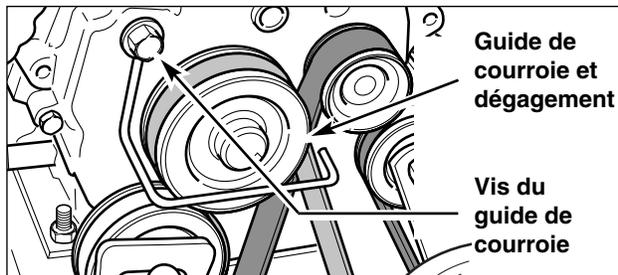

Figure 27. Réglage du guide de courroie de la vis sans fin (Modèles anciens)
1. La commande de fraise étant toujours complètement enfoncée, régler le(s) guide(s) de courroie de fraise de manière à ce qu'il y ait un espacement de  $1/64'' / 0,4 \text{ mm}$  ( $1/32'' / 0,8 \text{ mm}$  maximum) entre le guide et la courroie (Figures 27, 27a), en s'assurant que le guide n'exerce PAS de pression sur la courroie.
2. En veillant à NE PAS déplacer le guide de courroie de fraise, serrer la vis du guide de courroie de fraise (Figures 27, 27a) pour fixer le guide.
3. Vérifier le réglage du (des) guide(s) de courroie de fraise (Figures 27, 27a) pour vérifier que l'espacement entre la courroie et le(s) guide(s) est correct.
4. Desserrer le guide de courroie de la vis sans fin et sortir la courroie de la poulie du moteur en l'écartant de la poulie de tension (Voir Figure 27).